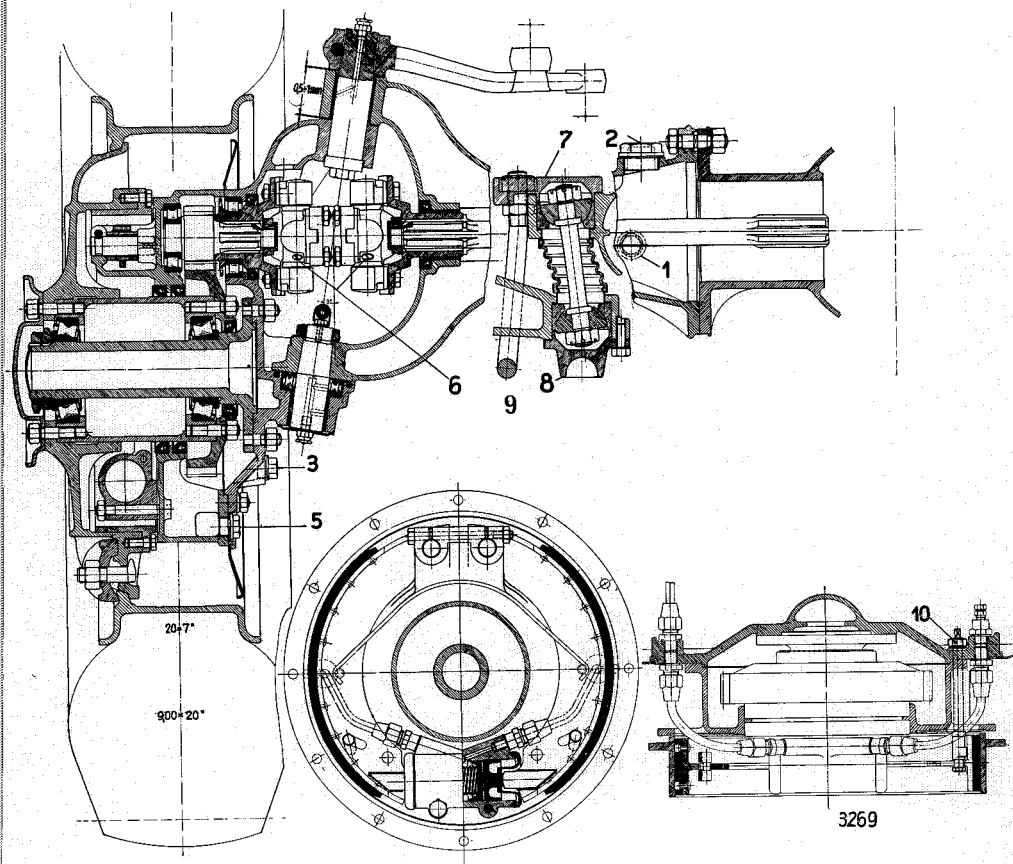

Fig. 47 Coupe de l'essieu avant et de la roue
Pour ceci dévisser la vis de niveau 1 (Fig. 47) d'un des demi-essieux. Si le niveau est trop bas, ajouter de l'huile par l'orifice de remplissage 2 à l'autre demi-
- Démonter les couvercles 7 et 8 (Fig. 47).
En outre, l'étrier de sûreté 9 (Fig. 47) doit être monté de sorte qu'il ne vienne pas contre le couvercle inférieur.